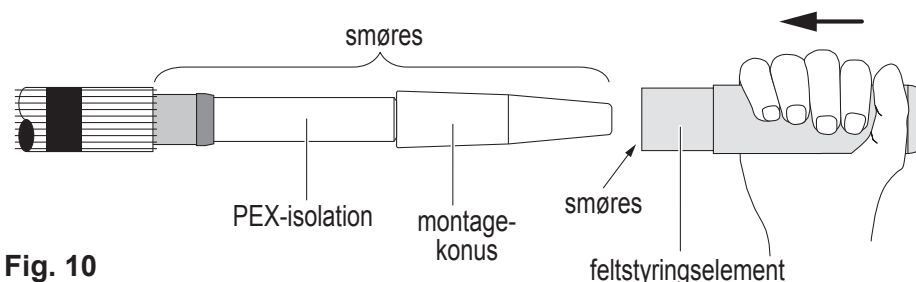

Fig. 10
9) For ledertværsnit på 185 mm² og større anvendes montage-konus for at lette påsætningen af feltstyringselementet, se fig. 10. For ledertværsnit mindre end 185 mm² ses der bort fra den.
Efter rengøring af montage-konus og PEX-isolation smøres indersiden af feltstyringselementet og området fra montagekonus til kanten af kabelkappen med silikonefedt, se fig. 10.